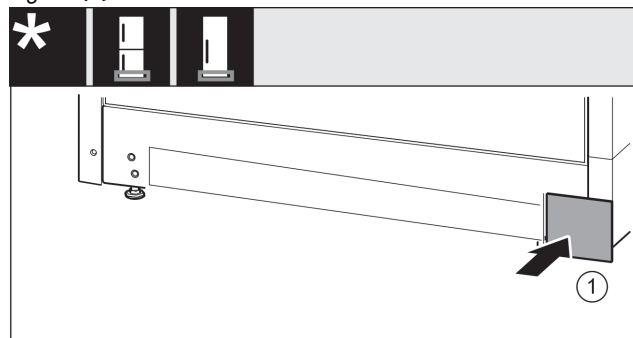

Fig. 17
- ▶ Vuelva a colocar la cubierta en el otro lado. Fig. 17 (1)